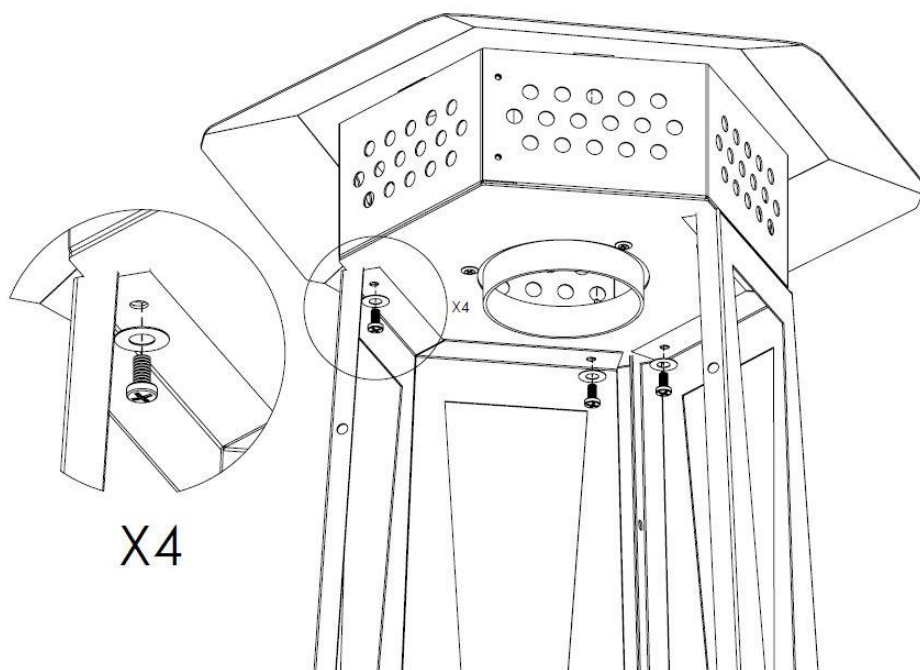

Fig. 8
8. Fastgør skorstenen (KO) til de samlede øvre plader ved hjælp af 4 stk. 5 mm skruer (SM5), se fig. 8.